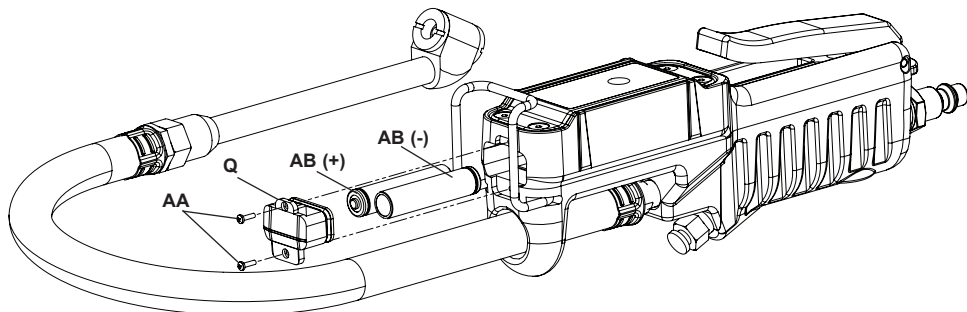

Figura 3
1. Para cambiar las pilas, quite los 2 tornillos (AA) con un destornillador Phillips n.º 0 y luego quite la tapa de la pila (Q).
2. Quite las pilas (AB)..
3. Cambie las pilas por (2) AAA de 1.5 V CC.
**NOTA: Asegúrese de que las pilas estén insertadas de la manera correcta como se muestra en la figura 3.**